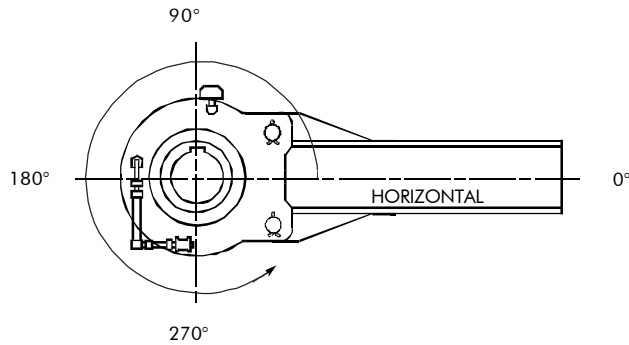

Figura 8
1. Como ya se indicó, la fábrica coloca las líneas de lubricación y marca los niveles estáticos de aceite de acuerdo con las necesidades del cliente, para ajustarlos al ángulo de montaje especificado en el momento de la compra. Las líneas de lubricación, la mirilla y el respiradero se quitan para propósitos de embarque. El ángulo de montaje del brazo de par está estampado en la placa de datos y el freno de contravuelta debe montarse dentro de 5° de ese ángulo. Ver Figura 8 para la interpretación del ángulo de montaje. Las líneas de lubricación y el nivel de aceite son incorrectos para cualquier otro ángulo.